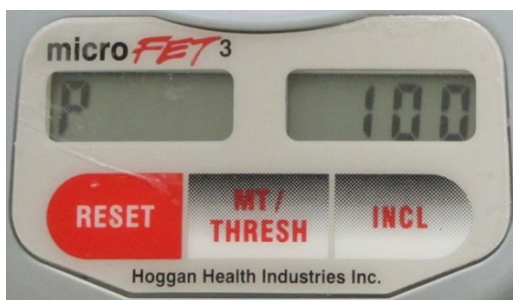

Figure 12 : Affichage du contrôle de la puissance
- Le dispositif affiche « P » pour puissance dans la fenêtre de gauche ainsi qu'un nombre compris entre 1 et 100 dans la fenêtre de droite. Le nombre figurant dans la fenêtre de droite indique le niveau de charge de la batterie en pourcentage (voir figure 12).